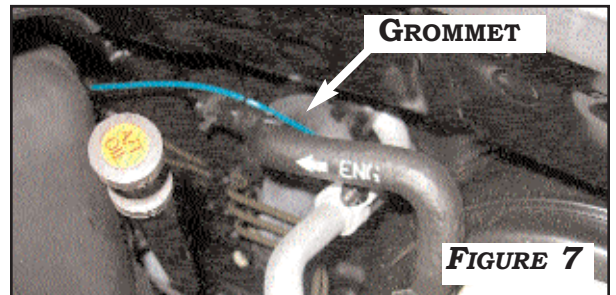

FIGURE 7
- ROUTE WIRES THROUGH ACCESS GROMMET ON DRIVER SIDE FIREWALL AS SHOWN IN **FIGURE 7**.